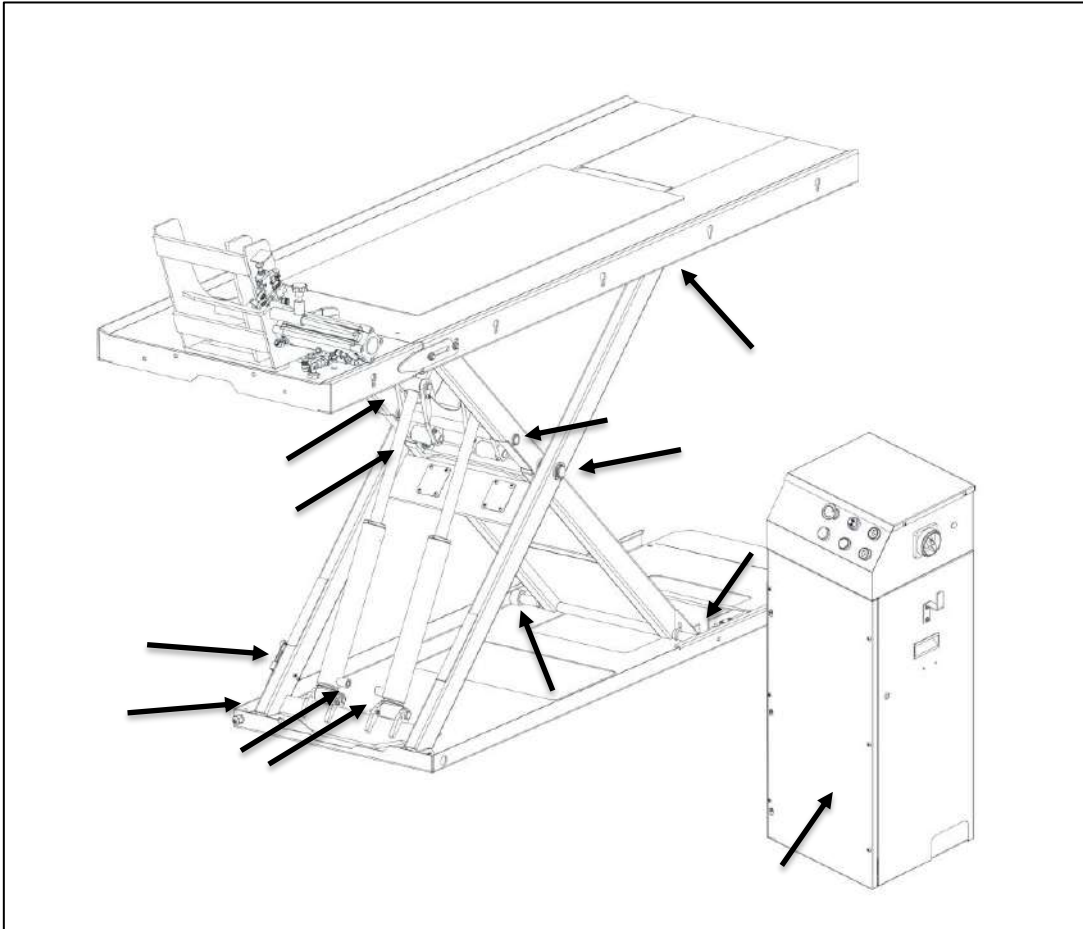

Fig. 13 - Kontrollera vid årligt underhåll av maskinen
6.4 Årlig kontroll (visuell översikt fig. 13)